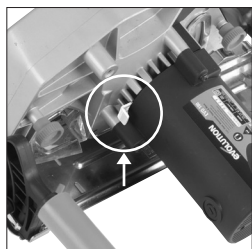

Fig. 2
- Bloquee el eje de la máquina activando el pasador de bloqueo del eje. **(Fig. 2)**